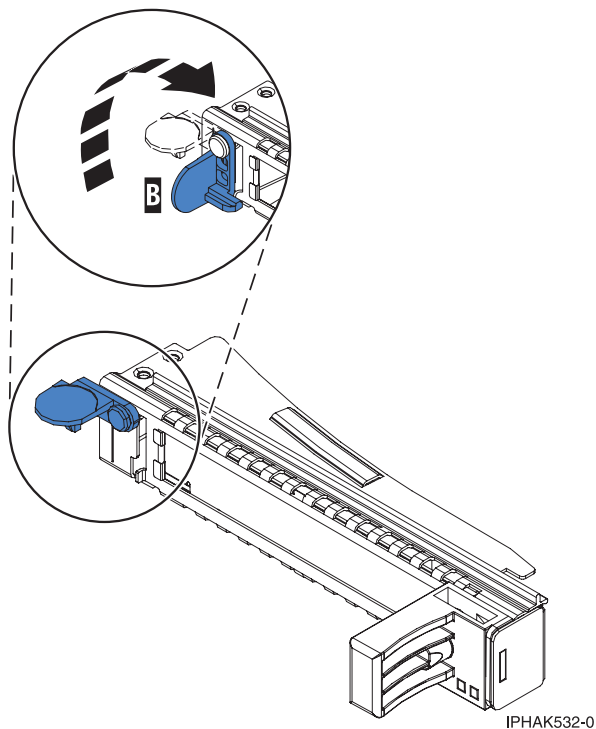

Figure 6. Ouverture du levier de blocage de la contre-poupée
- a. Pour débloquer la contre-poupée d'obturation, faites pivoter le taquet **(B)** sur l'extrémité de contre-poupée de la cassette, comme illustré dans la figure 6, à la page 7.